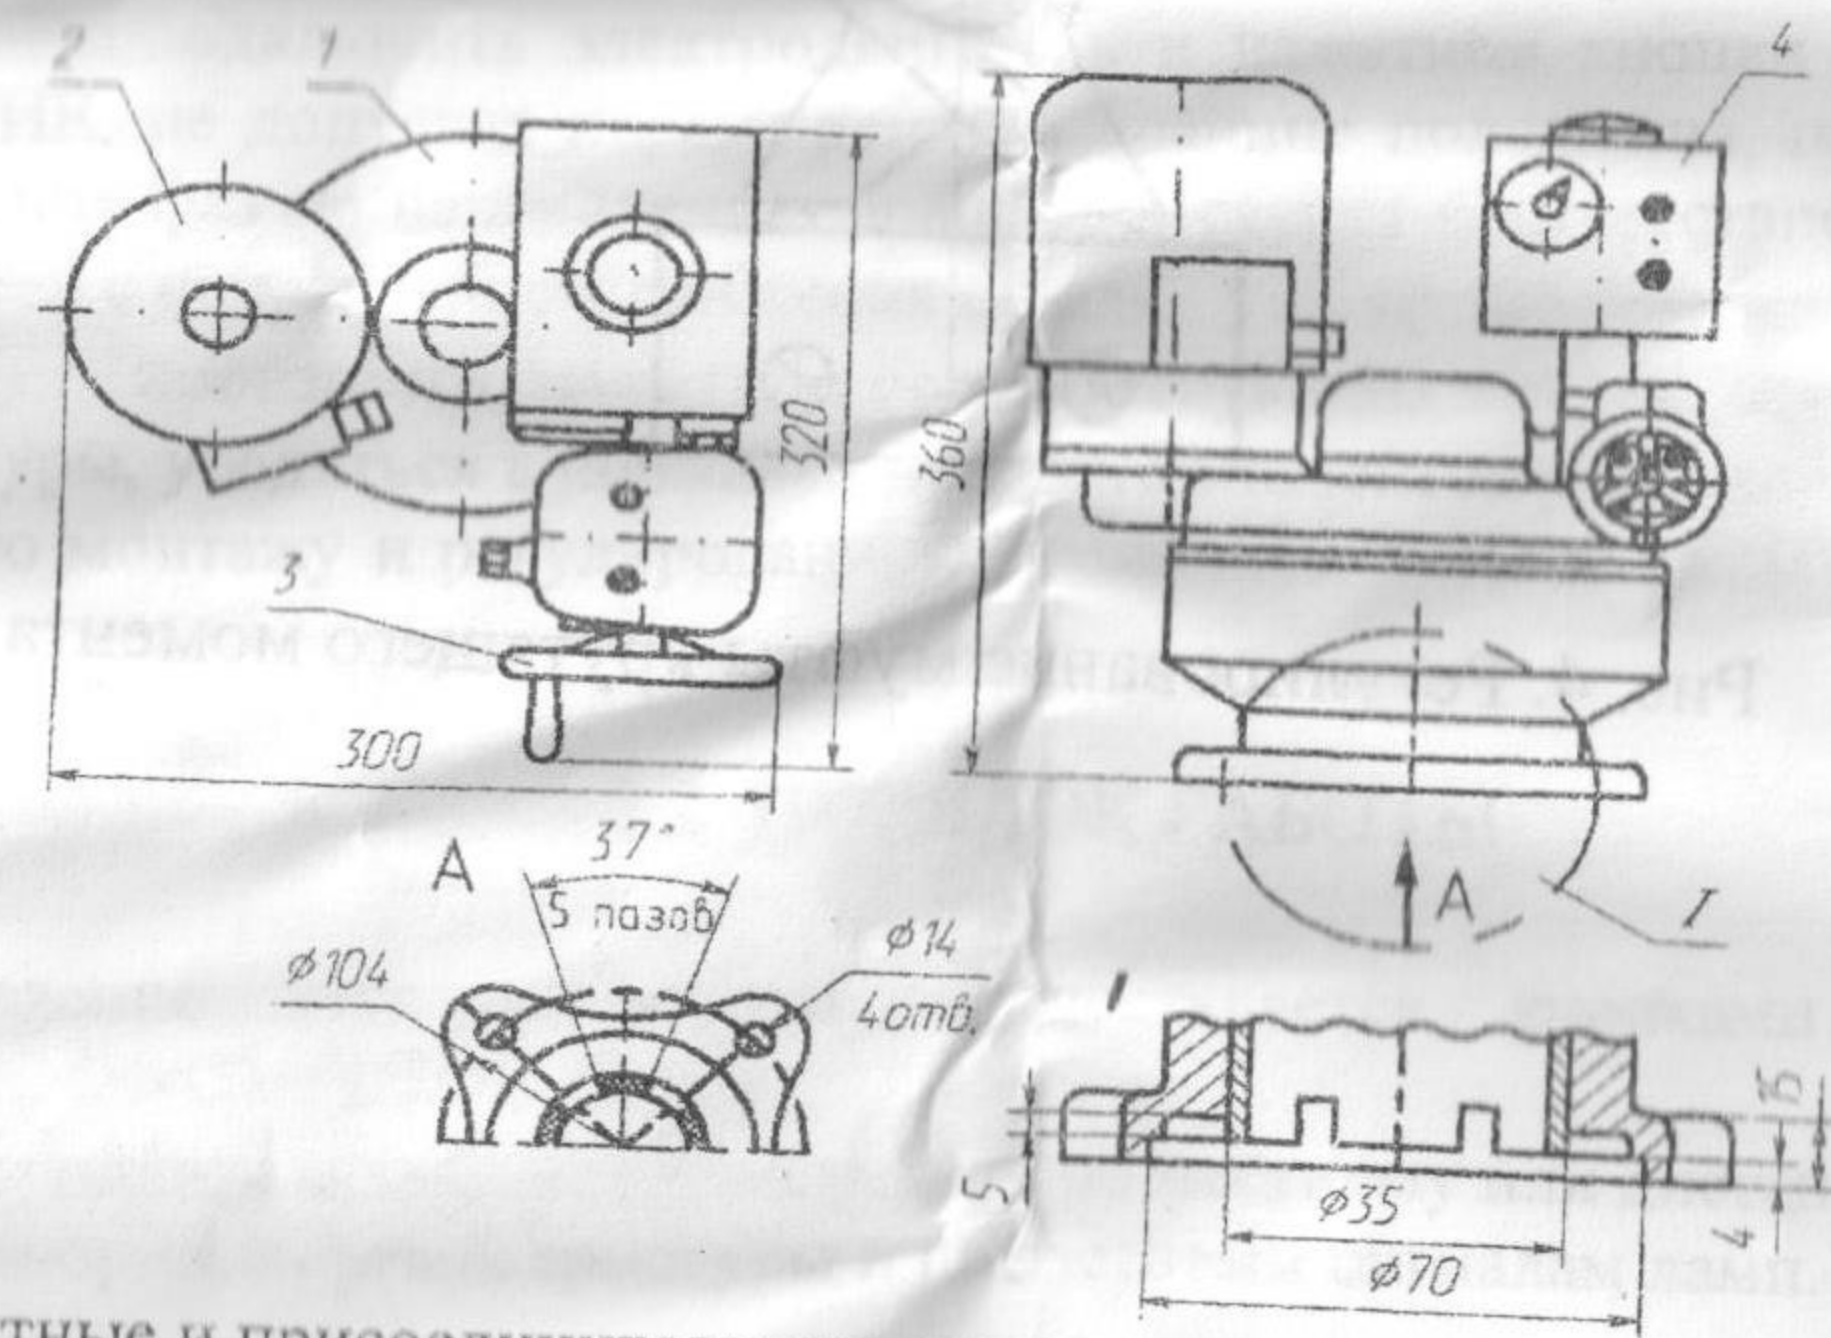

Рис. 2. Габаритные и присоединительные размеры электропривода
1.3.1. В состав электропривода (рис.2) входит червячный редуктор с муфтой крутящего момента 1, электродвигатель 2, ручной дублер 3.